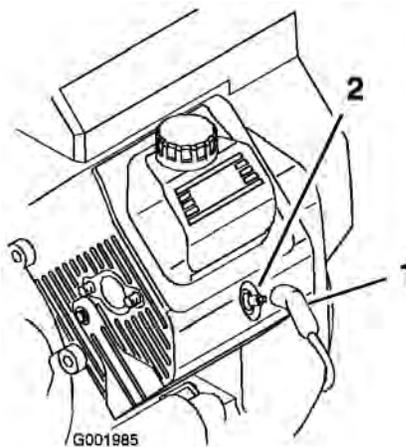

Figura 47
3. Staccate il cappello dalla candela (Figura 47).
3. Collegate i cappellotti alle candele (Figura 47).